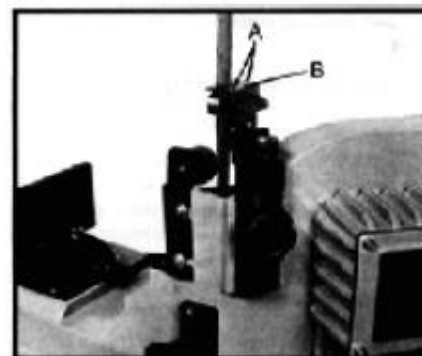

Рис. 1
3. Выверните два винта (А, Рис.1) и дефлекторную плиту (В).